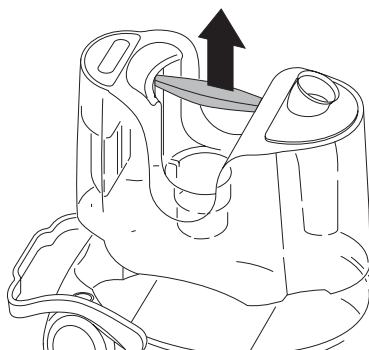

рис. 3
- Выньте резервуар для сбора мусора/жидкости E при помощи специальной ручки, имеющейся на резервуаре (рис. 3).